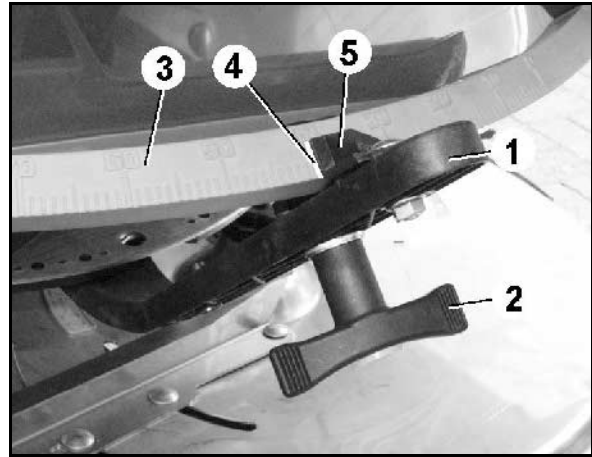

Fig. 11
Bu durumda miktar ayarı, ayar kolu aracılığıyla gübre tablosuna uygun olacak şekilde gerçekleştirilir (Fig. 11/1).
2. Kelebek somunu (Fig. 11/2) çıkartınız.
3. Çizelge üzerinde gerekli olan sürgü ayarı (Fig. 11/3) bulunmalıdır.
4. Okuma kenarını (Fig. 11/4) ayar kolu göstergesinden (Fig. 11/5) skala değerine ayarlayınız.
5. Kelebek somunu (Fig. 11/2) tekrar iyice sıkınız.